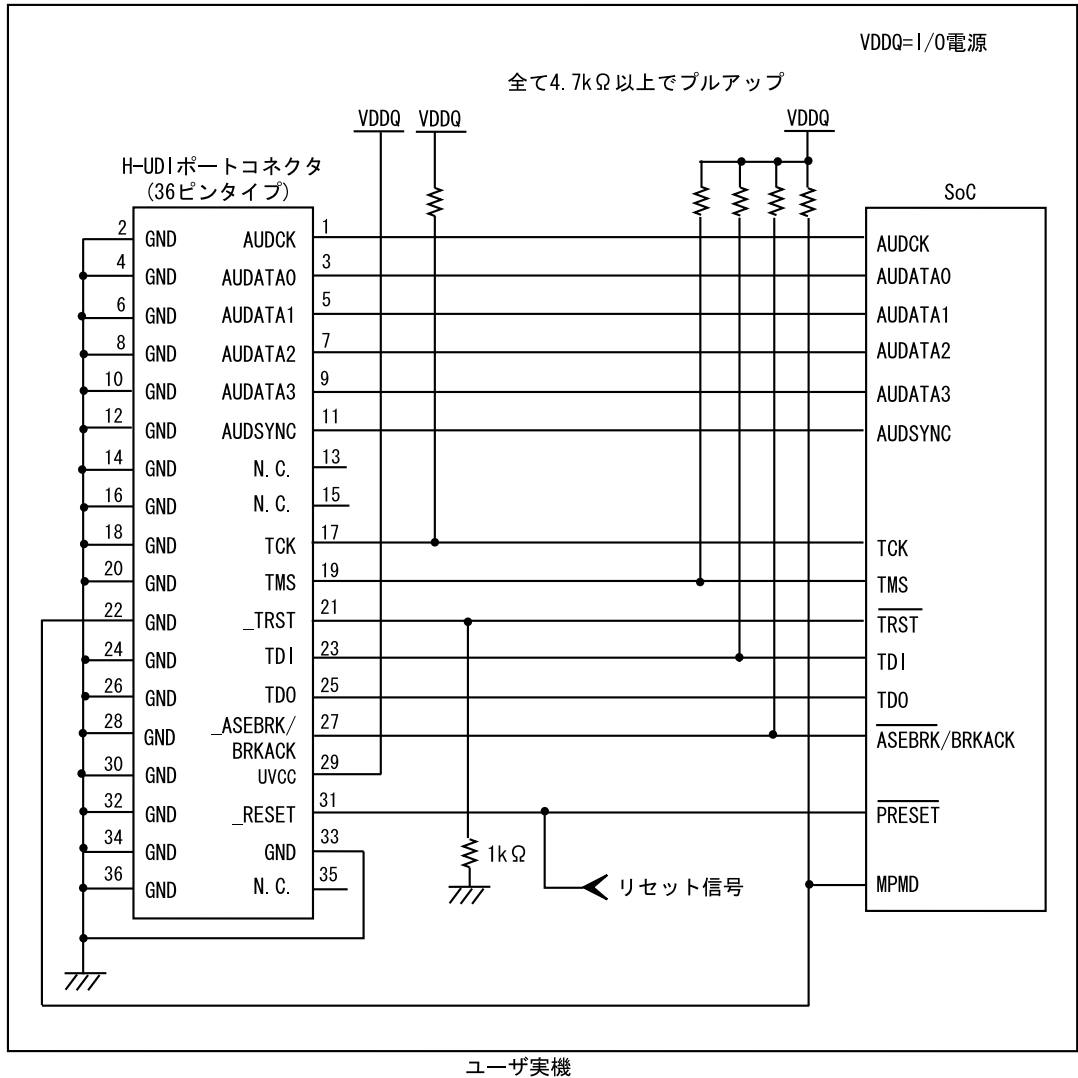

図 1.3 E10A-USB 使用時の H-UDI ポートコネクタ - チップ間の推奨接続例(36 ピンタイプ)
- 図 1.3 の回路を組んだ場合の E10A-USB エミュレータのスイッチ設定 : SW2=1, SW3=1